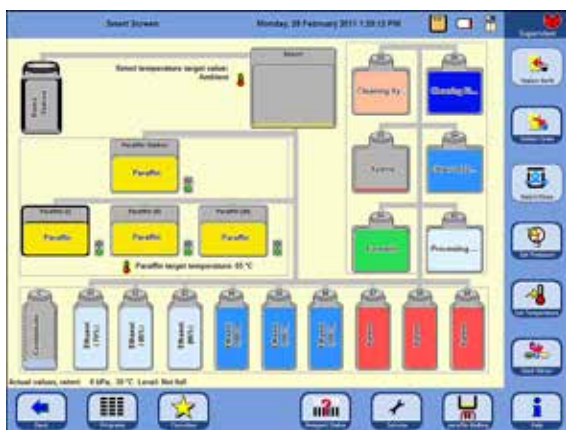

Fig. 181
- Cu ajutorul butonului **SMART SCREEN** (ECRAN INTELIGENT), apăsați ecranul **SMART FUNCTIONS** (FUNCȚII INTELIGENTE) (Fig. 181).